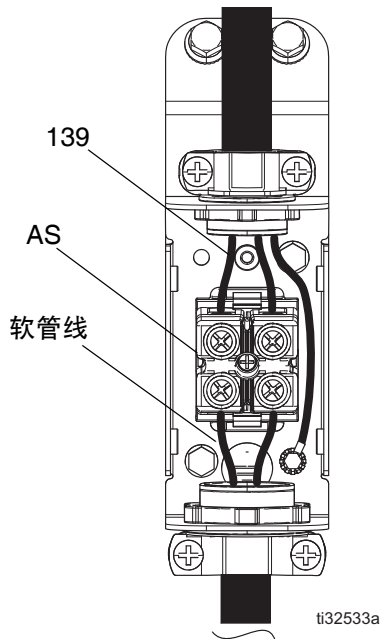

图 70
3. 关闭断路器 CB5 并断开软管电气接线盒中的软管线。请参见图 70，第 70 页。
- b. 如果存在连续性，请重新连接电气接线盒中的软管线。请参见图 70，第 70 页。打开断路器 CB5。关闭电气外壳门（173）并拧紧螺栓（68）。